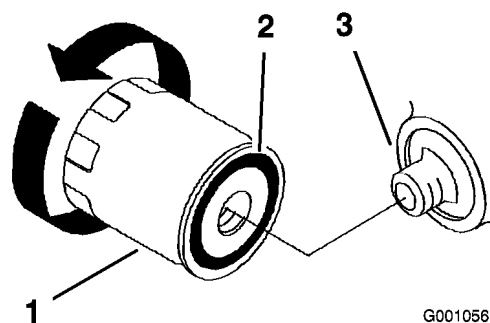

Figure 40
- Déposez le filtre à huile usagé et essuyez la surface du joint de l'adaptateur (Figure 40).
- Appliquez un mince film d'huile neuve sur le joint en caoutchouc du filtre de recharge (Figure 40).
- Posez le filtre à huile de recharge sur l'adaptateur. Tournez le filtre dans le sens horaire jusqu'à ce que le joint touche l'adaptateur, puis donnez 1/2 tour supplémentaire (Figure 40).